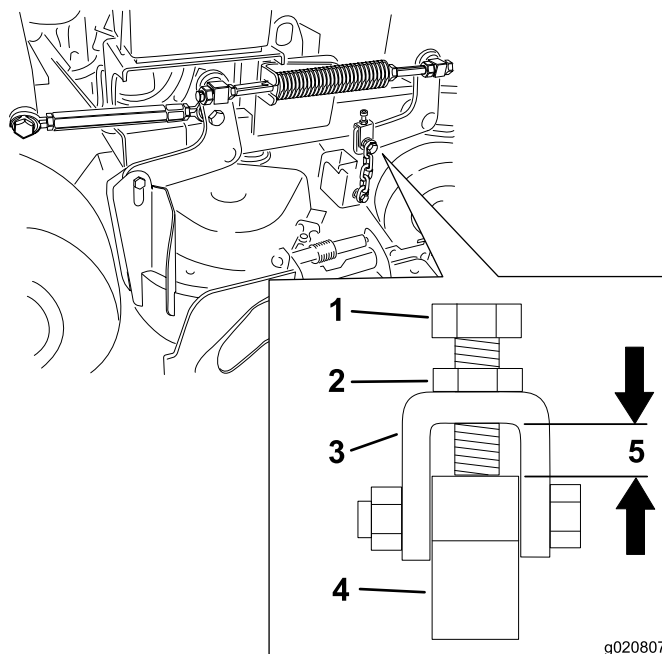

Figura 82
10. Compruebe la distancia entre la horquilla y del brazo de suspensión de la carcasa en cada horquilla. Esta distancia debe ser de 11 mm (7/16 pulgada). Ver Figura 82.
12. Afloje la contratuerca y ajuste el perno de ajuste para obtener la distancia correcta indicada en Figura 82.